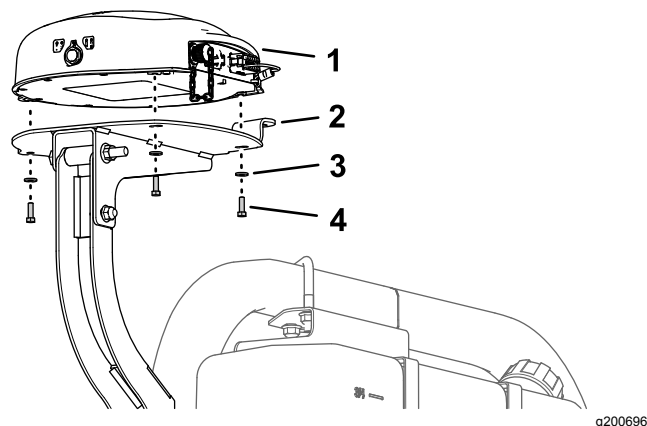

Figura 155
1. Alinee los 3 orificios roscados de la base del receptor de navegación con los 3 orificios del soporte del receptor (Figura 155).
2. Monte el receptor en el soporte (Figura 155) con 3 pernos de cabeza hexagonal (5 x 16 mm) y 3 arandelas (5 mm).